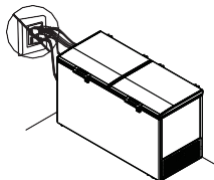

Fig. 10
• No conecte varios artefactos al mismo tomacorriente, podría sobrecargarse, causar incendio o no permitir el correcto funcionamiento del producto (Ver Fig. 10). Para asegurar un buen funcionamiento del sistema eléctrico de su equipo verifique que se cumplan las condiciones de voltaje y frecuencia, como se indica dentro de su aparato.